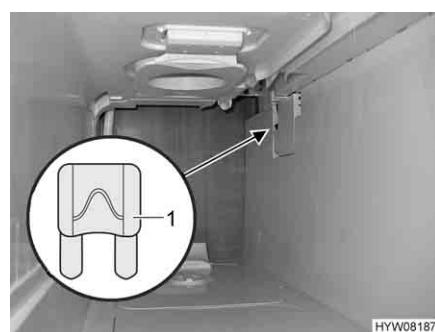

Fig. 105 Fusibile della toilette Thetford
- Sostituire il fusibile (Fig. 105,1).